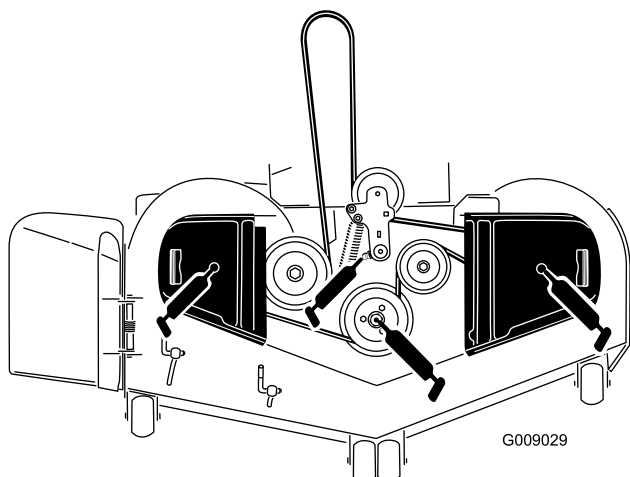

Figure 41
3. Graissez le pivot de la poulie de tension du tablier de coupe jusqu'à ce que la graisse ressorte par le bas (Figure 41).
4. Graissez les graisseurs sur le côté des 3 roulements d'axes jusqu'à ce que la graisse ressorte par le bas (Figure 41).
5. Graissez le bras de la poulie de tension de la courroie d'entraînement (Figure 41).